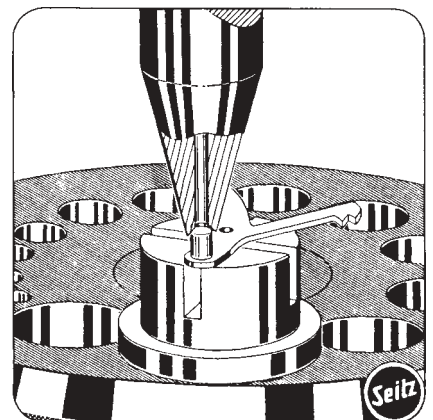

Abb. 105
b) Dient zum Ersetzen von Stellstiften bei Stellhebeln (Abb. 105). Nur bei einigen wenigen Kalibern sind diese Stellstifte anzutreffen, aber nur dann, wenn die Stellhebelfeder allein für die Stellung des Stellhebels beim Aufziehen und Zeigerstellen verant-